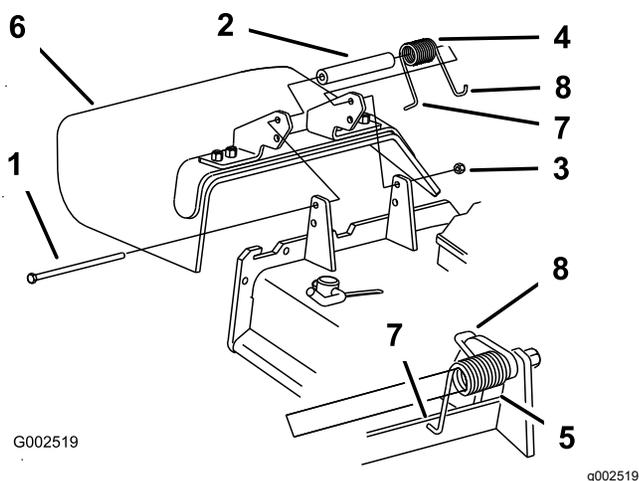

Рисунок 113
1. Снимите контргайку, болт пружину и проставку, удерживающие отражатель на кронштейнах поворота (**Рисунок 113**).
Примечание: Убедитесь, что L-образный зацеп пружины установлен за краем деки перед установкой болта, как показано на Рисунок 113.
5. Поместите J-образный зацеп пружины вокруг отражателя травы (Рисунок 113).